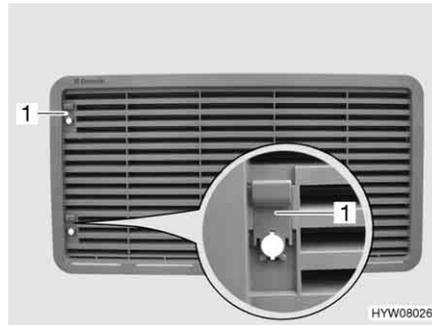

Fig. 190 Rejilla de ventilación del frigorífico (con corredera)
- Empujar la corredera (Fig. 190,1) hacia arriba.